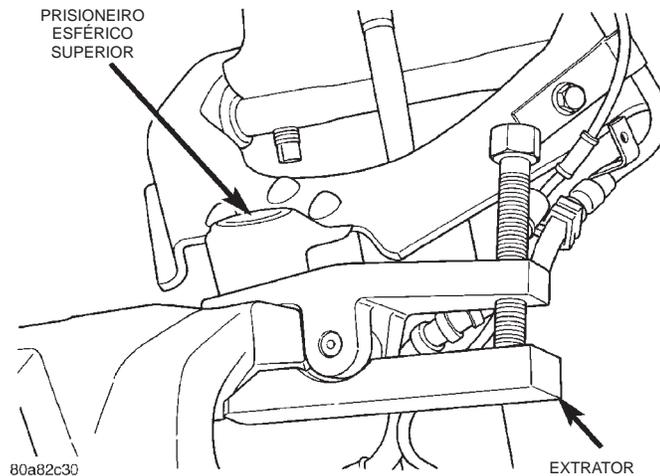

Fig. 15 Separe a Junta Esférica Superior
- (1) Levante e apoie o veículo.
- (2) Remova o conjunto de roda e pneu.
- (3) Remova os suportes da mangueira do freio do braço da suspensão. Consulte o Grupo 5, "Freios".
- (4) Posicione um macaco hidráulico sob o braço inferior da suspensão e levante o macaco para aliviar a carga do amortecedor de recuo.
- (5) Remova o amortecedor.
- (6) Remova o contrapino e a porca da junta esférica superior.
- (7) Separe a junta esférica superior da junção da direção com o Extrator MB-991113 (Fig. 15).